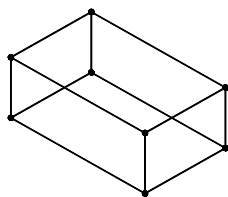

Рис.1.1 Пример каркасно-точечной модели.
1. *Каркасная модель* представляет собой описание физического объекта, состоящее из точек, отрезков и кривых, описывающих кромки объекта (рис.1.1). Поскольку каждый из составляющих такую модель элементов должен рисоваться независимо от других, затраты времени на моделирование часто бывают велики. С помощью этой модели можно представить в пространстве только ограниченный класс физических объектов, в которых аппроксимирующие поверхности преимущественно являются плоскостями. На основе этой модели можно, например, получить проекции физического объекта на чертеже, но нет гарантий, что изображение будет грамотным, а для автоматического анализа видимости линий в модели недостаточно информации (рис. 1.1).